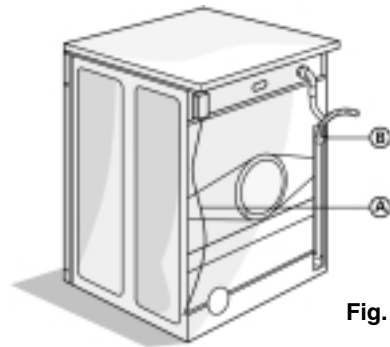

Fig. 1
- 1. Débranchez le tuyau de vidange de la fixation de gauche ; voir la flèche A à la Fig. 1.
NE desserrez PAS le raccord du tuyau de vidange ; voir la flèche B à la Fig. 1. Sinon, il y aurait un risque de fuite (danger de s'ébouillanter avec l'eau chaude).
- 2. Vous pouvez soit fixer le tuyau de vidange au siphon, soit l'accrocher au rebord d'un évier ou d'un lavabo avec la crosse de vidange (voir la Fig. 1). Les petits lavabos ne conviennent pas.